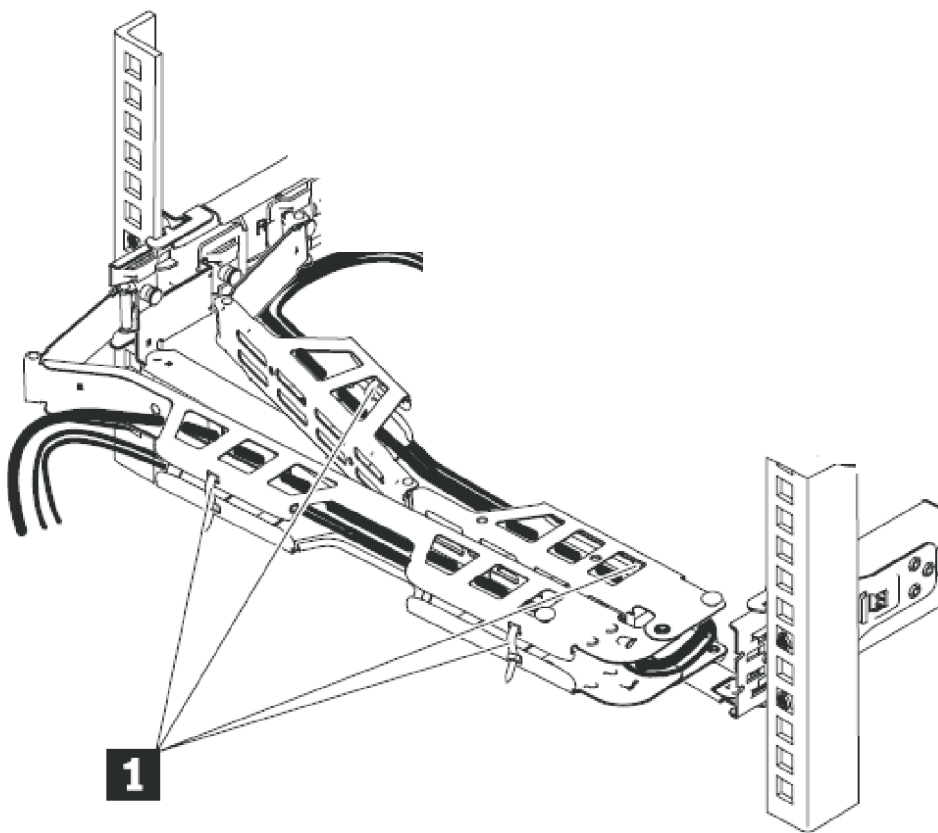

図 19. ケーブル・マネジメント・アームからのケーブルの取り外し
- b. 図 19 の **1** に示すように、ケーブルおよび電源コードをケーブル・マネジメント・アームから解放します。